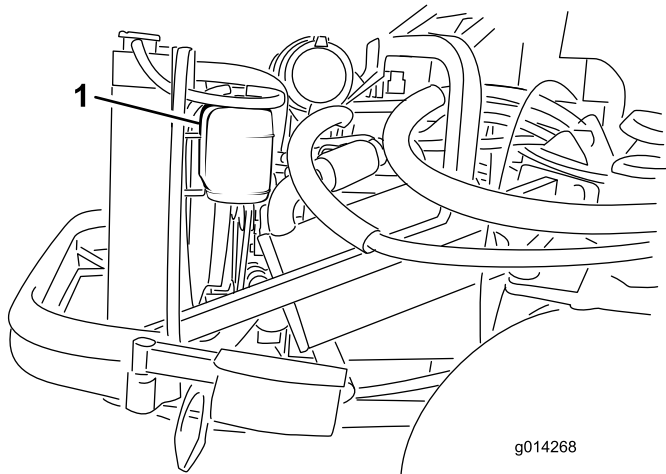

図 45
1. 液量の点検は補助タンクで行う(図 45)。タンク側面についている2本のマークの間であれば適正である。